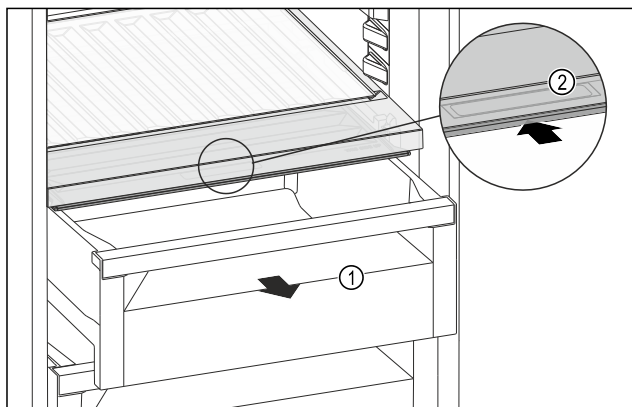

Fig. 163
- ▶ Извлеките выдвижной ящик Fig. 163 (1).
- ▶ Возьмитесь за утопленную ручку Fig. 163 (2) на крышке отделения и одновременно введите крышку отделения назад.